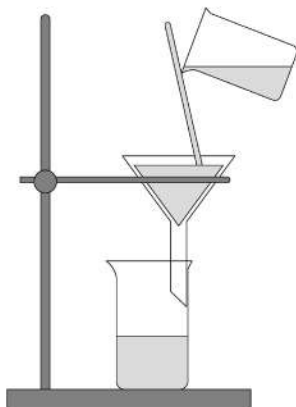

Рис. 182. Фильтрация:
Приступая к фильтрованию, стеклянную воронку (1) с бумажным фильтром (2) помещают в кольцо штатива так, чтобы нижний конец соприкасался со стенкой стакана, в который фильтруют раствор (рис. 182). Фильтруемый раствор с взмученным осадком переносят на фильтр по стеклянной палочке (3), прикасаясь к ней носиком стакана.